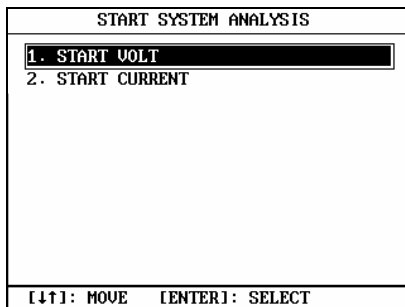

Abb. 5-01
- Klicken Sie auf die Taste [4] um Punkt [4. Starting system analysis] auszuwählen, der Bildschirm wird dann das Funktionsmenü der Startsystem-Diagnose wie in Abb. 5-01 anzeigen.